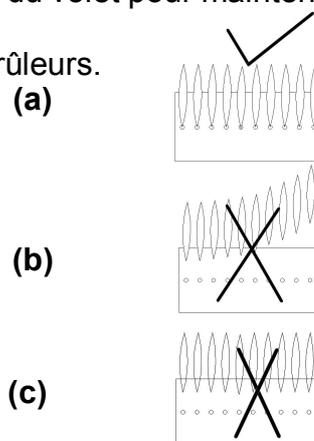

Fig. 37 Flamme acceptable uniquement (a)
- d. Avec un gant de protection, réglez l'obturateur d'air jusqu'à ce que la flamme devienne surtout bleue. Les flammes acceptables sont illustrées à la fig. 37.